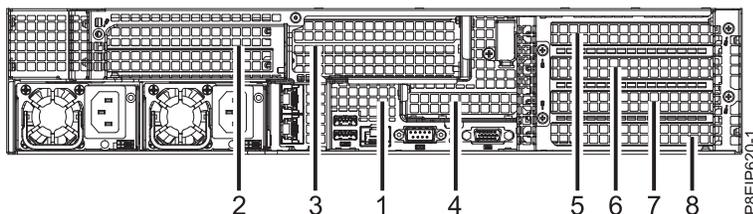

Abbildung 48. Positionen der PCIe-Adapter - System vom Typ 8001-22C
2. Die PCIe-Riserkarte eines Adapters kann gemeinsam mit anderen Adaptern genutzt werden. Siehe Abb. 48.